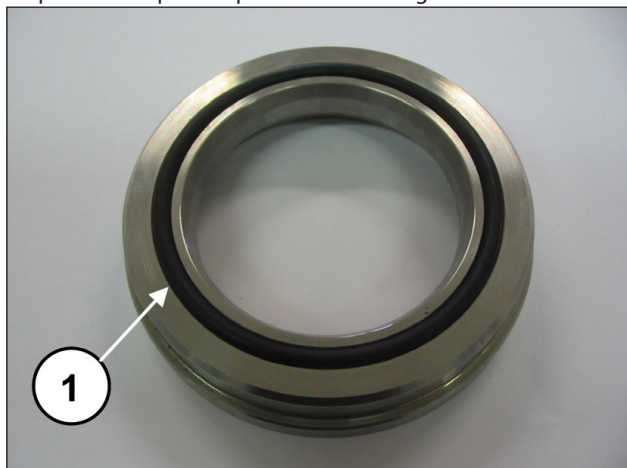

Fig. 168
Monter le joint torique (rep. ①, Fig. 168) sur l'anneau de tête du presse-étoupe et le placer dans son logement sur la tête.